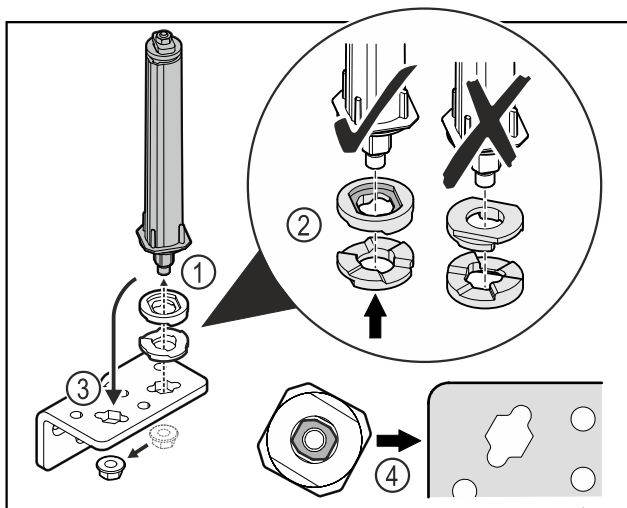

Fig. 39
- Moer losmaken en deursluitsysteem verwijderen Fig. 39 (1).
- De correcte uitlijning van de hoogte-instelschijven in acht nemen Fig. 39 (2).
- Deursluitsysteem in de scharnierhoek verplaatsen en met de moer vastzetten Fig. 39 (3).
- Bij het plaatsen de correcte uitlijning van het deursluit-systeem in acht nemen Fig. 39 (4).